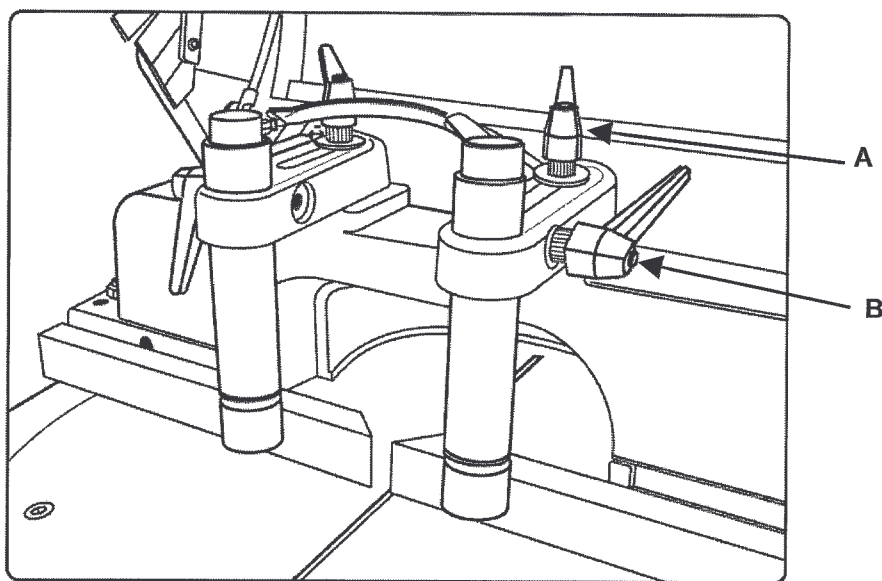

Fig. 09-04
9.3 REGOLAZIONE MORSE VERTICALI (Fig. 09-04)